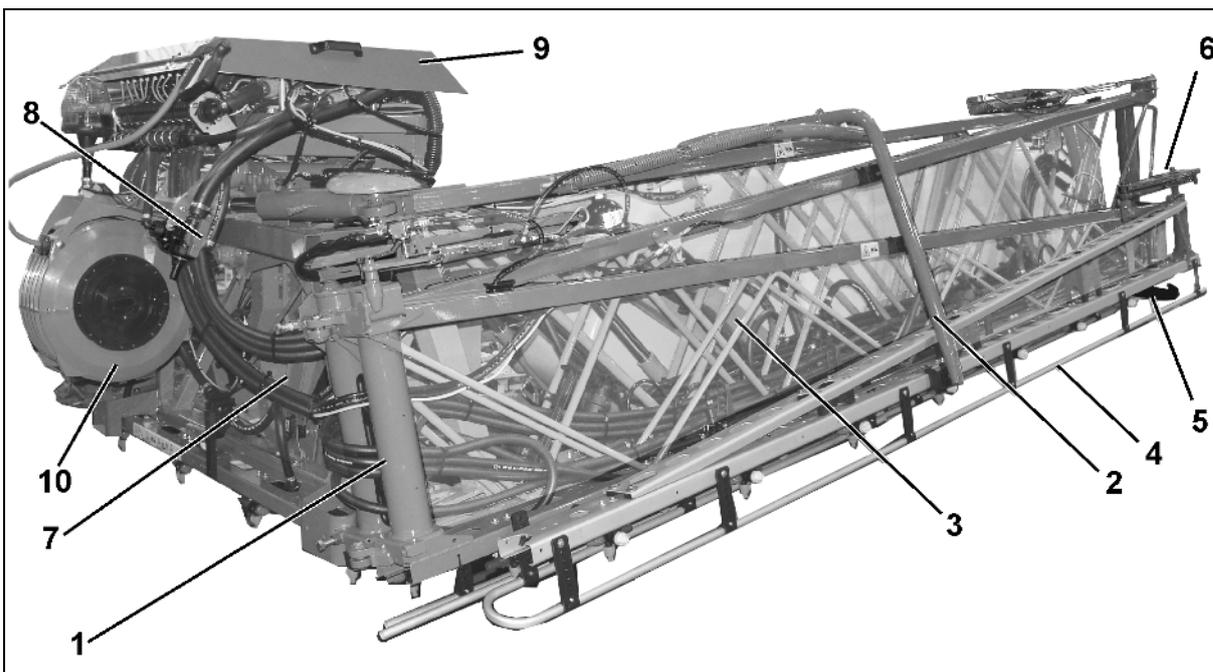

Fig. 99
Les étriers de sécurité au transport servent au verrouillage de la rampe de pulvérisation repliée en position de transport contre un dépliage involontaire. (3) Châssis en forme de parallélogramme pour le réglage en hauteur de la rampe de pulvérisation | <ul style="list-style-type: none"> (4) Tube protecteur pour buses (5) Entretoise (6) Blocage de tronçons extérieurs, en page 111 (7) Amortissement tridimensionnel, en page 114 (8) Vanne et robinet sélecteur pour système DUS (9) Robinetterie de rampe, voir Fig. 99 (10) Dispositif de nettoyage extérieur |